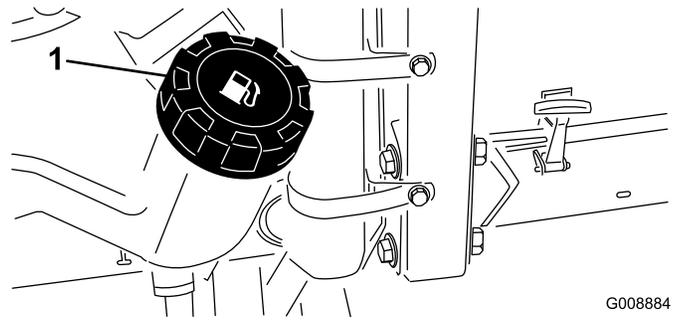

Figure 19
1. Nettoyez la surface autour du bouchon du réservoir de carburant (Figure 19).